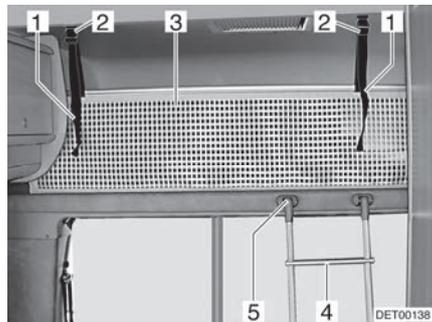

Fig. 58 Cama de alcoba
Para subir a la cama de alcoba, utilizar la escalera de ascenso (Fig. 58,4) equipada de serie.
- Enganchar la escalera con los largueros en el soporte (Fig. 58,5) del panel de la alcoba.
La red de seguridad (Fig. 58,3) viene de serie entre el colchón y el somier. Apenas extender la red de seguridad cuando las personas ya se encuentren en la alcoba.
- Dejar que las cintas de sujeción (Fig. 58,1) engatillen en los soportes (Fig. 58,2) en el techo.